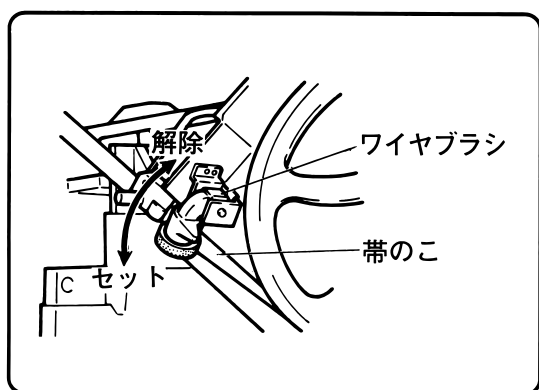

図 18
(2) ワイヤブラシを上方に解除します。(図18)
(3) セリヘッド(A), (B)部のボルト(A)を反時計方向に4~5回
- (10) ワイヤブラシを下方にセットします。(図18)